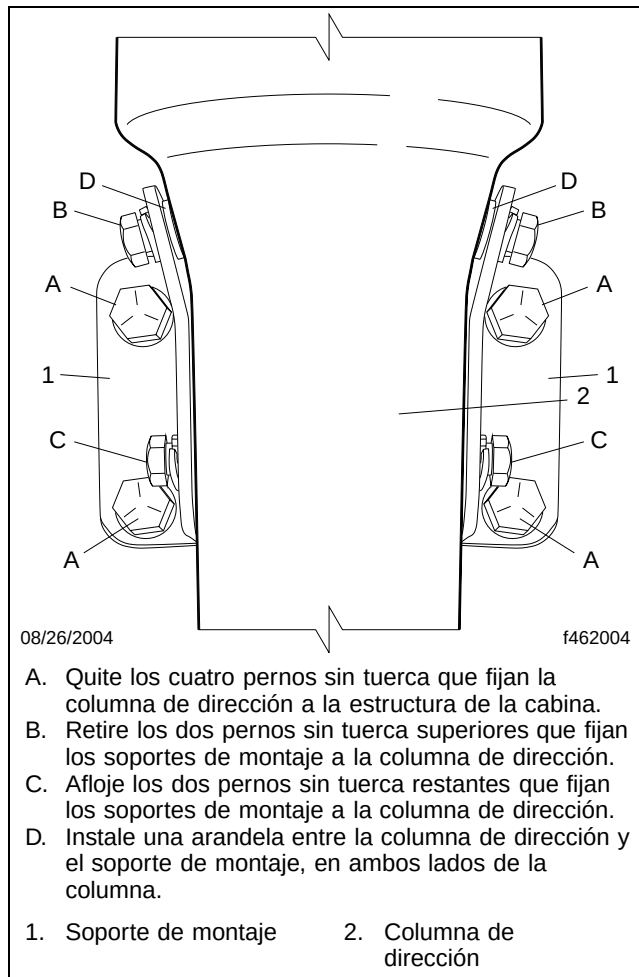

Figura 1, Columna de dirección
2. Retire los cuatro pernos sin tuerca y las arandelas que fijan la columna de dirección a la estructura de la cabina, y descanse la columna de dirección sobre sus rodillas. Vea la **Figura 1**.